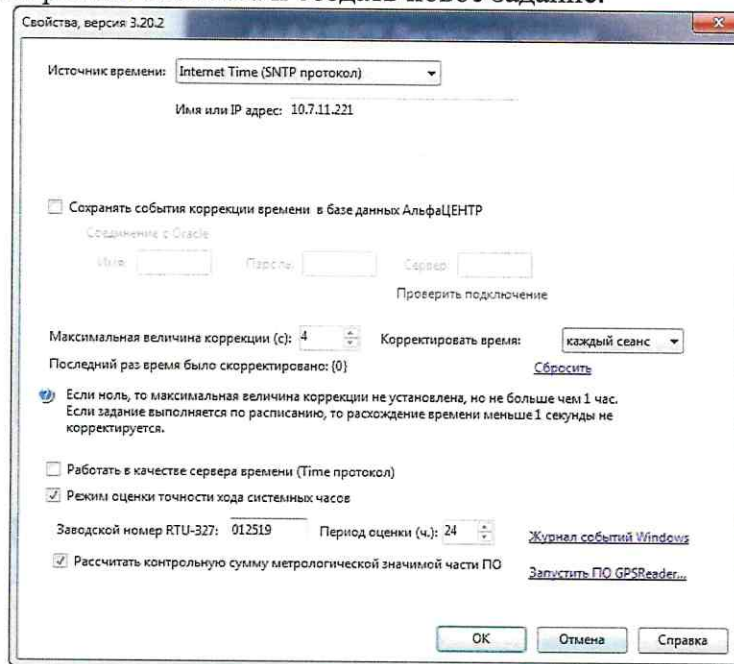

Рисунок 10
10.1.3 Указать свойства задания (рисунок 10):